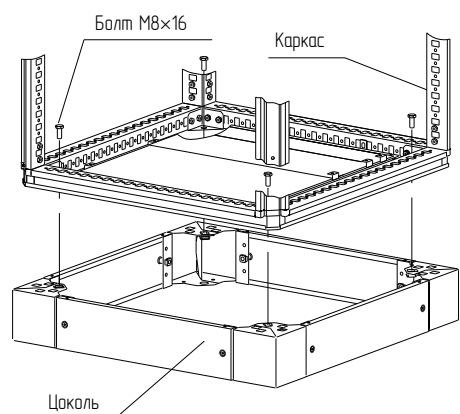

Рисунок 8
4.3.5 Установите каркас на цоколь и закрепите четырьмя болтами М8×16 (Рисунок 8). Момент затяжки – 10 Н·м.